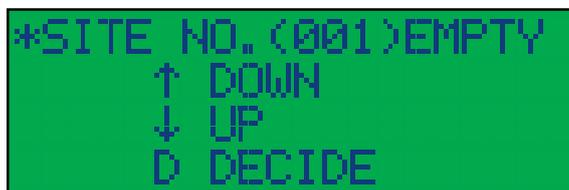

図 4-2 初期状態のディスプレイ画面
- CTS-O2V4 本体の初期状態は、ディスプレイに下記(図 4-2)のように表示されています。